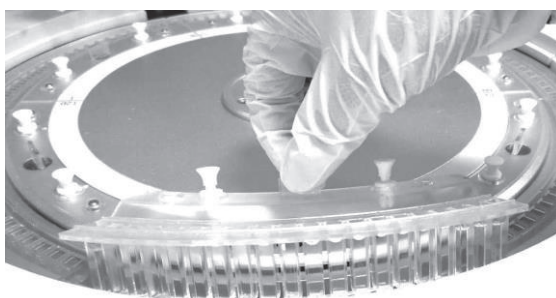

Figura 13-8 Remova as cubetas
3. Remova os seis grupos de cubetas, como mostrado na Figura 13-8:
3. Remova as cubetas dos seis grupos e coloque-as em água ou local limpo, como mostra a Figura 13-8 acima.